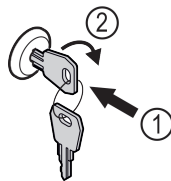

Fig. 176
- ▶ Iespiediet atslēgu. Fig. 176 (1)
- ▶ Grieziet atslēgu par 90° pulksteņrādītāja virzienā. Fig. 176 (2)